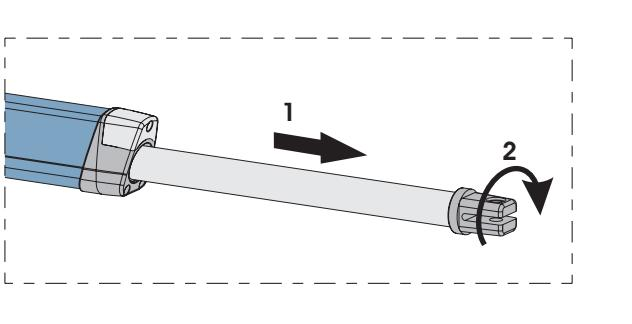

Fig. 9
4) Haal de steel helemaal naar buiten, tot aan de aanslag , fig. 9 ref. 1.
6) Draai de steel een halve/hele slag met de klok mee, fig. 9 ref. 2